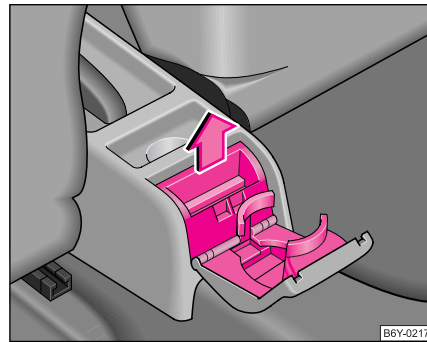

Abb. 70 Mittelkonsole:
- Ascherdeckel aufklappen und Aschereinsatz nach oben in Pfeilrichtung herausnehmen ⇒ Abb. 70.